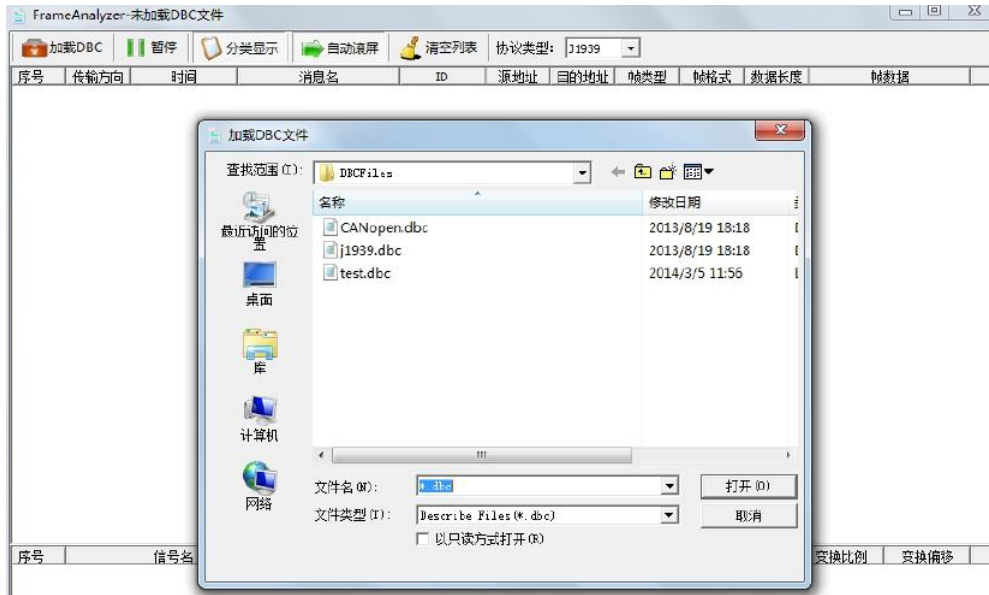

图 1.2 加载 DBC 文件
- ② DBC 解析界面中，点击加载 DBC，选择对应的 DBC 文件打开，以 J1939 协议为例，选择 j1939.dbc 打开，解析柴油机、卡车或者公交车等协议，如图 1.2 所示。